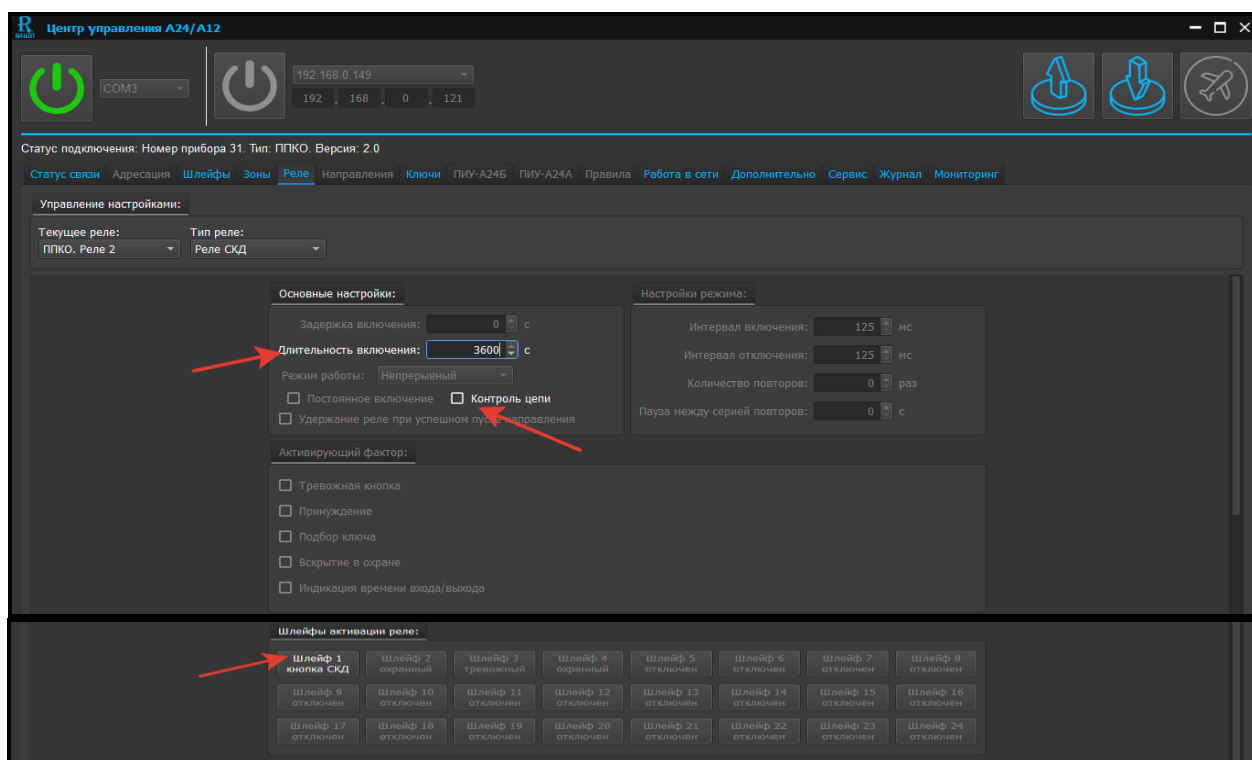

Рис. 47. Скриншот окна редактирования вкладки реле типа «Реле СКД»
4.4.4 Редактирование параметров реле типа «Реле СКД» (см. рисунок 47)